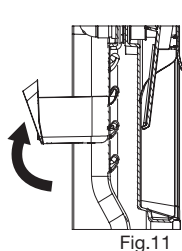

Fig.11
- Para retirar los anaqueles pocket basta con levantarlos halándolos desde la parte inferior hacia arriba Fig. 11